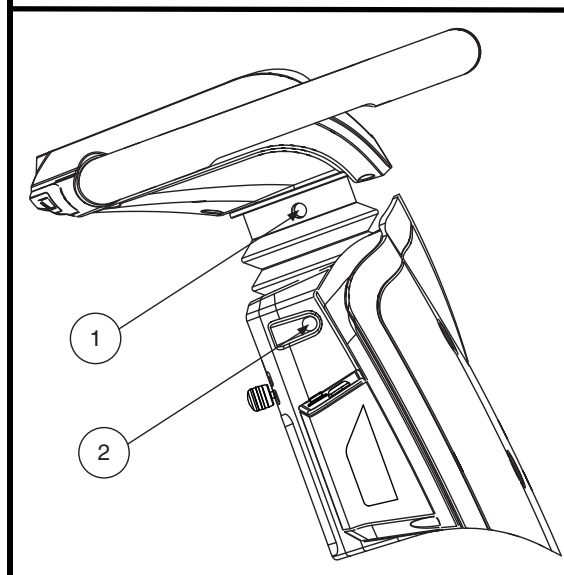

Abb. 16. Einstellung von Lenkerhöhe/Konsolenwinkel
1. Stecken Sie einen 5-mm-Inbusschlüssel in die Öffnung an der Seite des Lenkers und lösen die Schraube. **Siehe Abb. 16.**
1. Stecken Sie einen 6-mm-Inbusschlüssel in die Öffnung an der Seite des Lenkers und lösen die Schraube. **Siehe Abb. 16.**